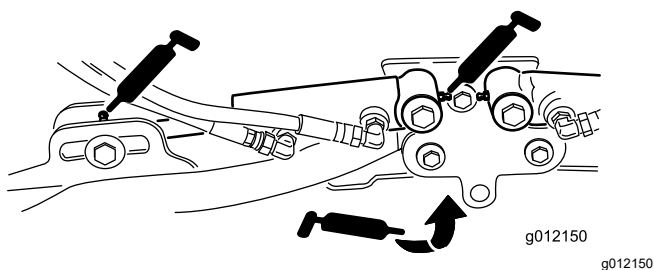

Figura 42
- Cilindros do braço de elevação da unidade de corte (2 cada) (Figura 42)
- Articulações do braço de elevação (1 cada) (Figura 42)